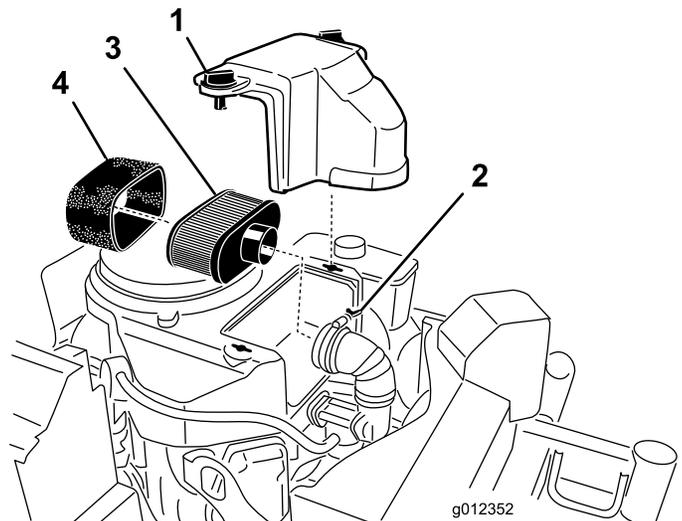

Figura 30
3. Limpie alrededor del limpiador de aire de forma que la suciedad no penetre en el motor y cause daños (Figura 30).
4. Desenrosque los pomos de la cubierta y retire la cubierta del limpiador de aire (Figura 30).
- Desenrosque la abrazadera y retire el conjunto del limpiador de aire (Figura 30).
- Retire cuidadosamente el filtro de gomaespuma del filtro de papel (Figura 30).
- No limpie el filtro de papel, cámbielo (Figura 30)
- Deslice cuidadosamente el filtro de gomaespuma sobre el filtro de papel (Figura 30).
- Coloque el conjunto del limpiador de aire sobre la base del limpiador de aire y fíjelo con 2 tuercas de orejeta (Figura 30).
- Coloque en su posición la cubierta del limpiador de aire y apriete el pomo de la cubierta (Figura 30).